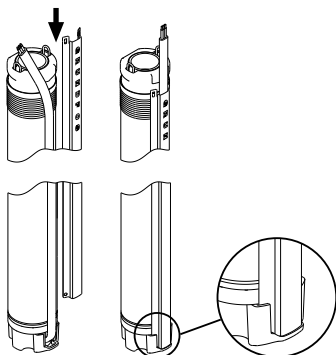

図5
2. ケーブルガードの底部をプラグのケーブル出口にあるガイドに沿って差し込みます。ケーブルガードの先端の二カ所の突起をポンプスリーブの上端にはめ込みます。(図5参照)